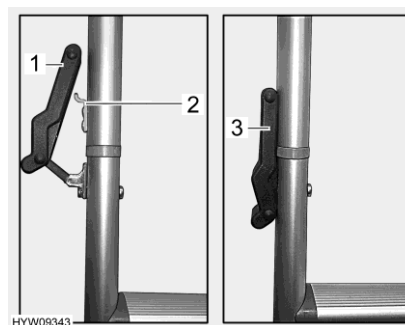

Bild 50 Förslutning (stege)
- Häng på gummiförslutningarna (Bild 50,1) i hakarna (Bild 50,2) och tryck nedåt. Se till att gummiförslutningshakarna (Bild 50,3) ligger fast mot krokarna.
- Lossa gummiförslutningshakarna (Bild 50,3).